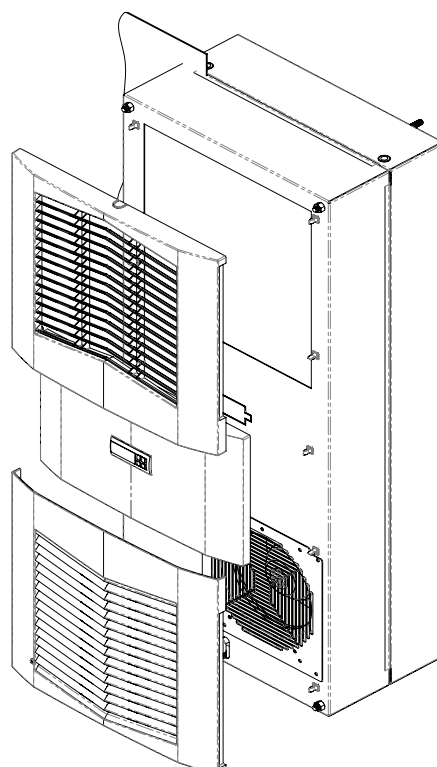

图 6
14. ルーバーグリルと、場合によってはセンターパネルをフロントパネルに押し込んでください。10ページの図6を参照してください。